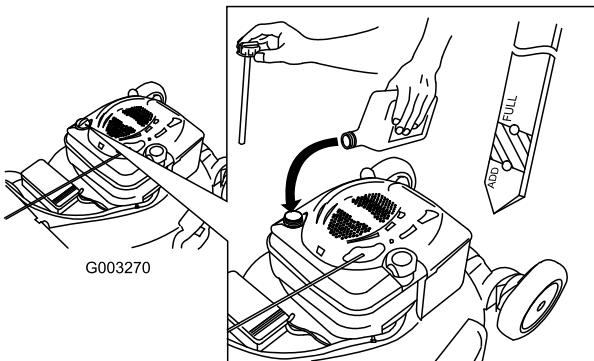

Figure 39
- Versez de l'huile **lentement** dans le goulot de remplissage pour faire monter le niveau de liquide jusqu'au repère du plein (Full) sur la jauge (Figure 39). **Ne remplissez pas excessivement.** (Remplissage max. : 0,59 l, type : huile détergente SAE 30 de classe de service API SF, SG, SH, SJ, SL ou supérieure.)